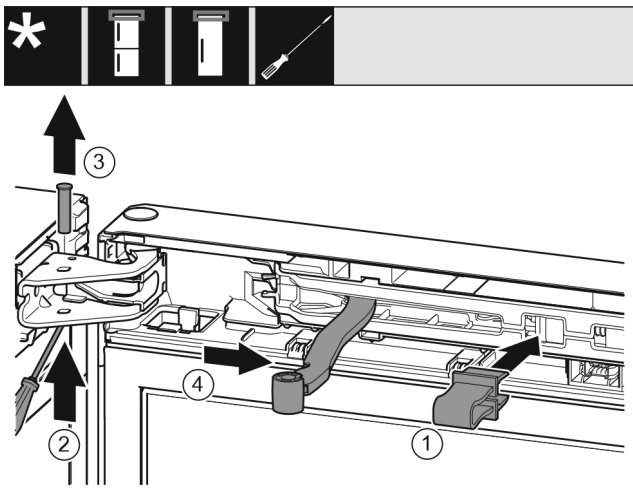

Fig. 9
- ▶ Pattintsa be a biztosítékot a nyílásba. Fig. 9 (1)
- ▶ Tolja ki a csapszeget csavarhúzóval. Fig. 9 (2)
- ▶ Vegye ki a csapszeget felfelé. Fig. 9 (3)
- ▶ Forgassa az ajtó irányába a csuklót. Fig. 9 (4)